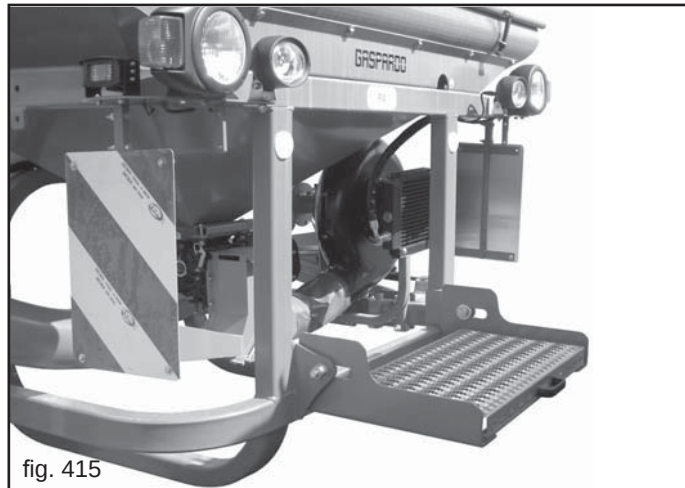

fig. 415
- 2) Baje la plataforma de inspección (Fig. 415).